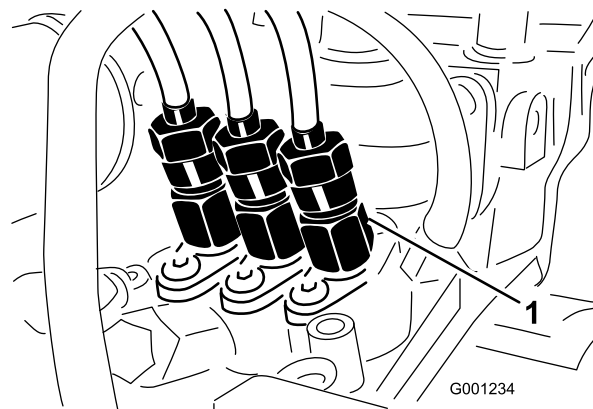

Figura 51
1. Liberte a tubagem que se encontra ligada ao injector nº 1 e à estrutura de suporte da bomba de injeção (Figura 51).